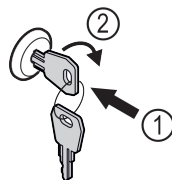

Fig. 200
- ▶ Inserire la chiave. Fig. 200 (1)
- ▶ Ruotare la chiave di 90° in senso orario. Fig. 200 (2)